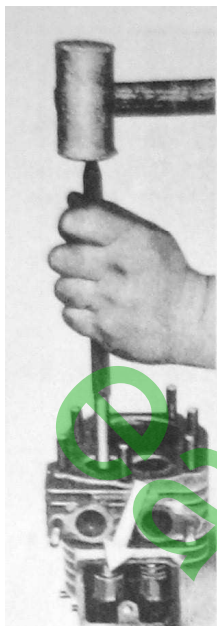

Fig. 25
1. Ventilführung mit Montagedorn (Nr. 00 40 255) von oben so weit einschlagen, bis die Sicherungsnuten (Fig. 25) zur Aufnahme der Sprengringe sichtbar werden.
1. Tap valve guide in from above by means of a mandrel until the keyways for the reception of the snap rings become visible (Fig. 25).